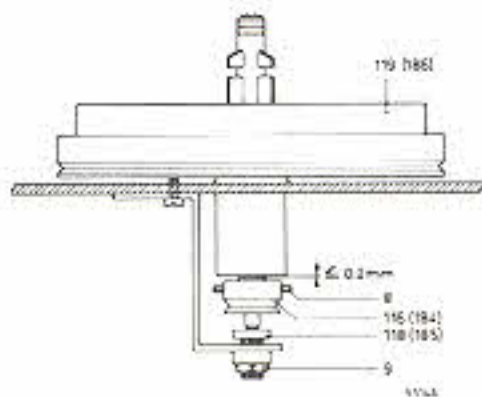

Fig. 7
B. BANDLAUFEINSTELLUNGEN**Einstellung des Spulentellers (Fig. 7)**
- Die Höhe des Spulentellers 119 (186) muss derart eingestellt sein, dass das Band genau zwischen den zwei Flanschen auf der Spule läuft. Einstellen durch Drehen des Spurzapfens 118 (185), nachdem die Mutter 9 gelöst worden ist. Nach dem Einstellen wird der Spurzapfen durch Anziehen der Mutter 9 gesichert.